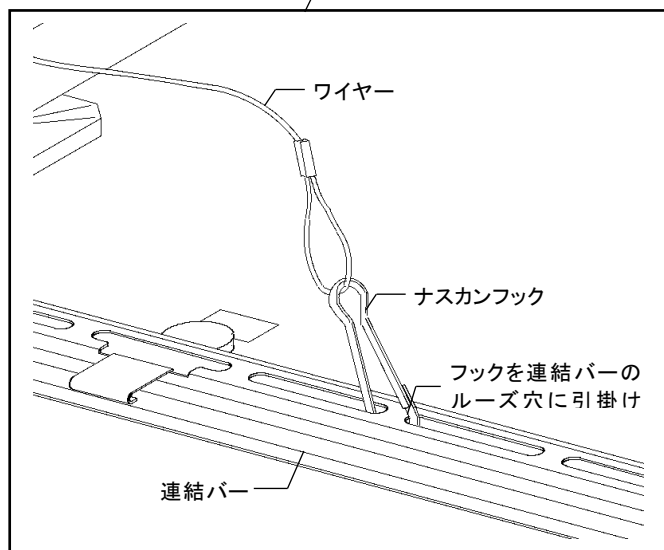

図 4-1-3 フックと連結バーの接続
- 落下防止ワイヤーのフックは、連結バーのルーズ穴に引掛ける。（図 4-1-3 参照）